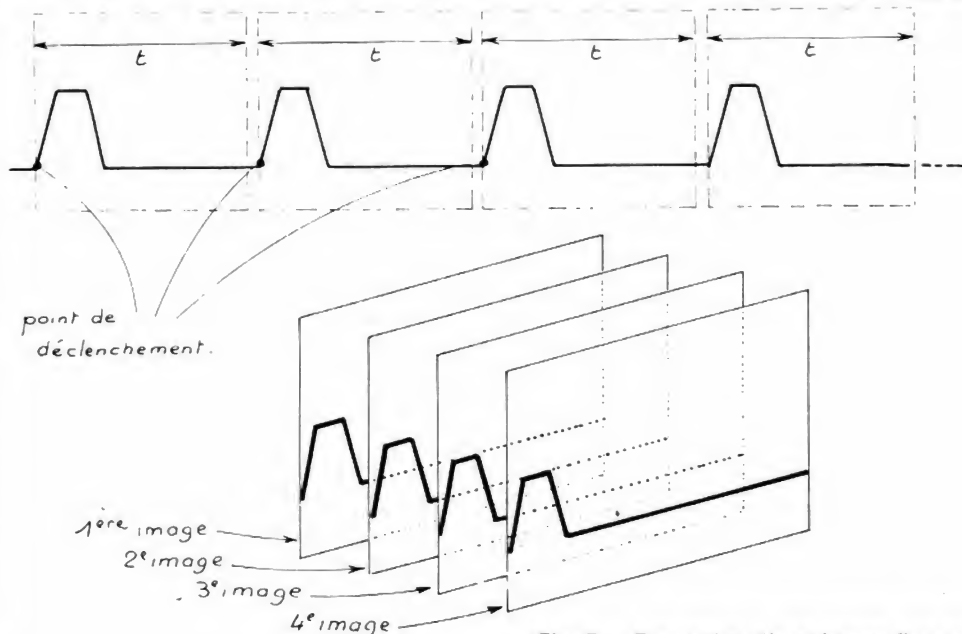

Fig. 5. — Formation d'une image fixe sur l'écran.
Le phénomène peut alors s'illustrer selon la figure 5. Dans les conditions représentées, les traces successives vont se superposer et l'observateur verra une image fixe. Mais pour en arriver là, il faut que certaines conditions soient bien remplies :
- Le phénomène observé doit être périodique, c'est-à-dire se répéter identique à lui-même, à intervalles de temps constants (la période !). C'est le cas de la figure 5, évidemment.